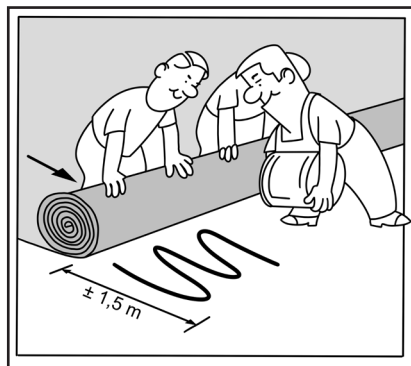

Рис. 8
6.5. Адгезив наносится на участок шириной 1,5 м (см. Рис.8), после чего необходимо выждать 2-3 минуты, чтобы пары растворителя из адгезива не скапливались под мембраной, образуя пузыри. Далее в течение 5 минут раскатать по нему полотно мембраны, прижимая чистыми валиками. Этот процесс повторяется по направлению от центра участка к краям до тех пор, пока все полотно не будет приклеено.